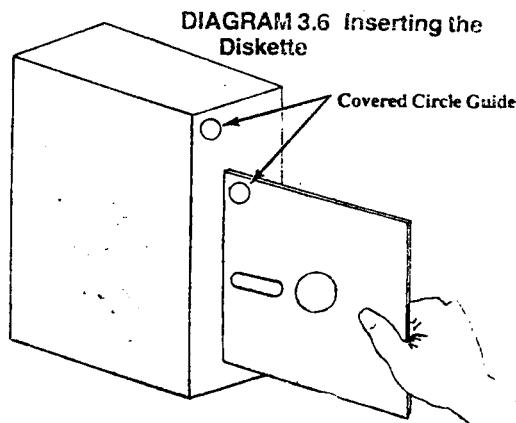

图3.6 盘的插入
3. 预防盘驱动器损坏软盘 由于不适当使用软盘驱动器和软盘，使得很多软盘损坏，大量数据丢失。有着唯一把软盘插入盘驱动器的正确方法，如图3.6所示，应用拇指和第一指握住软盘插入盘驱动器，以便使读／写磁头存取孔放在盘驱动器机构的里部。即使如此，仍容易使软盘倒置，这将引起不合适插入。为了提供最大保护，常对软盘顶部印刷标志，合适的办法是印一颜色点或方块于盘的前上角，以此为参考点，保证正确地插入软盘。在关闭盘驱动器门时，一定要使软盘完全插入，如果不全插入而又用力关门，则盘的露出端会被门弯曲，而且当盘驱动器抓住中央衬套孔时，由于不处于中心，会使衬套孔损坏。